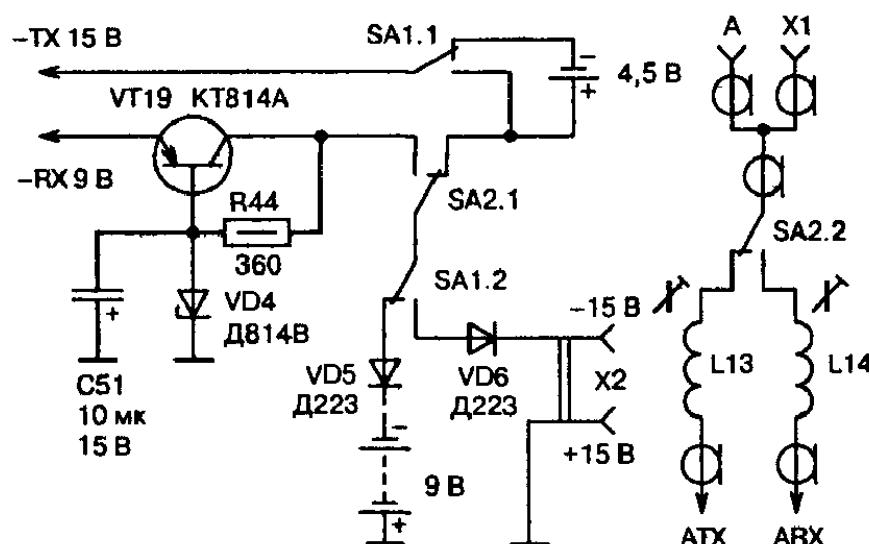

Рис. 39. Схема источника питания радиостанции
Катушка L13 (см. рис. 39) используется для согласования короткой телескопической антенны с П-контуром, а также для компенсации емкости как самой антенны, так и соединительных коаксиальных кабелей. Кроме того, с учетом их емкости катушка L13 представляет собой второй дополнительный П-контур, что резко улучшает фильтрацию высших гармоник основного сигнала.
Питание приемной части радиостанции осуществляется через стабилизатор напряжения 9 В; схема стабилизатора и цепей коммутации приведена на рис. 39.
**Настройка радиостанции** заключается в установке указанных на схеме режимов питания транзисторов, вращении сердечников катушек L1 и L7 до возникновения устойчивой генерации кварцевых генераторов и последовательном вращении сердечников остальных катушек до получения максимальной выходной мощности на передачу и максимальной чувствительности на прием. Катушку L14 (рис. 39) настраивают в последнюю очередь до получения максимума сигнала.